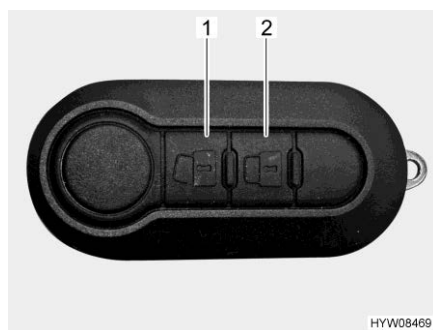

Fig. 42 Telecomando (chiusura centralizzata)
- Premere una volta brevemente il tasto  (Fig. 42,1). Le serrature sono sbloccate. Il bottone di sicurezza scatta automaticamente all'infuori.
- Premere una volta brevemente il tasto  (Fig. 42,2). Le serrature sono bloccate. Il blocco delle serrature viene segnalato tramite gli indicatori di direzione del veicolo.